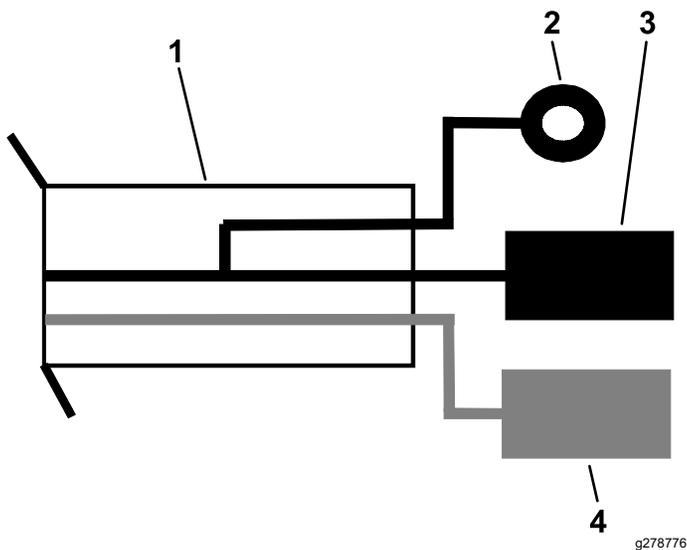

Bild 20
5. Schließen Sie das schwarze Erdungskabel am Erdungskabel am Leistungswandler-Kabelbaum an (**Bild 20**).
6. Schließen Sie das rote Stromkabel am Stromkabel am Leistungswandler-Kabelbaum an (**Bild 20**).